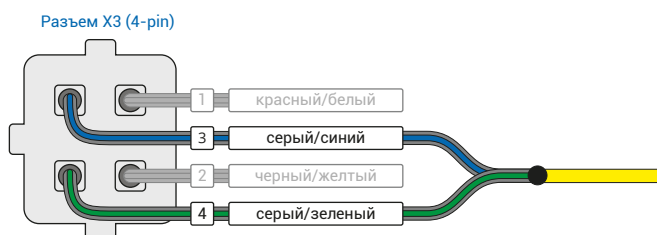
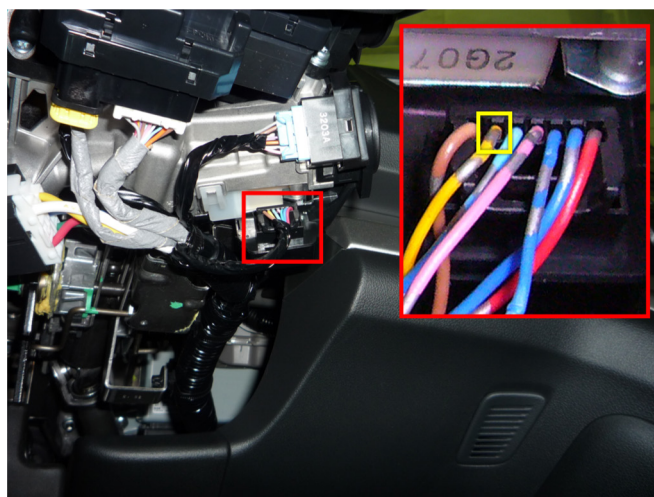

Рис.1 Призрак 800-й серии
Рис.2 Место подключения (желтый провод)
2. Объедините между собой серый/синий провод (контакт №3) и серый/зеленый провод (контакт №4), находящиеся в разъеме X3 (см. рис. 1). Подключите их к шине данных а/м: желтый провод в черном разьеме рулевой колонки (см. рис. 2).